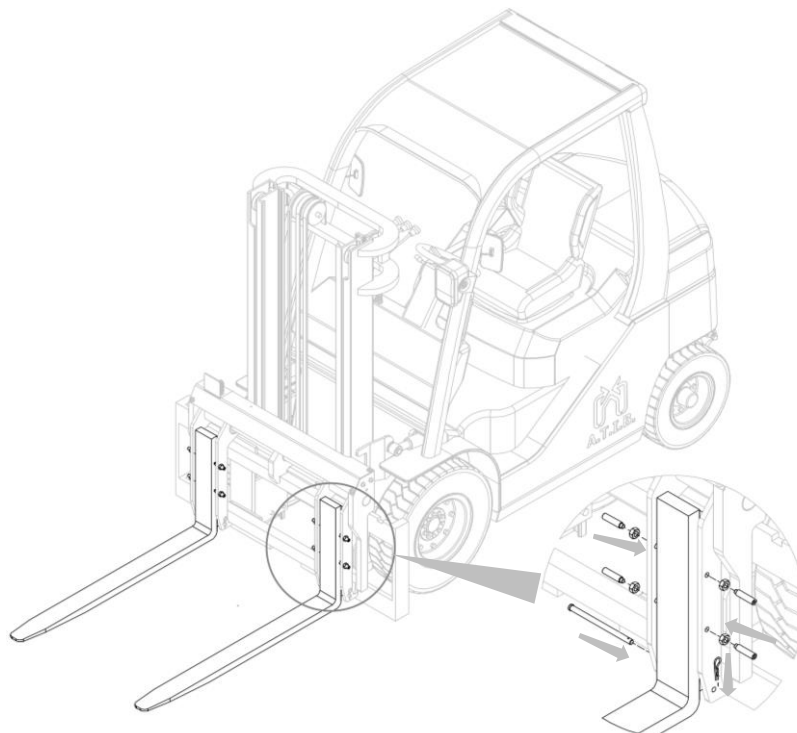

Figura 11
2. Inserire le forche, riavvitare i fermi forca posti sul lato del fodero e riposizionare i perni inferiori (vedi Punto *Fissaggio Forche*) di fissaggio delle forche (vedi Figura 11).